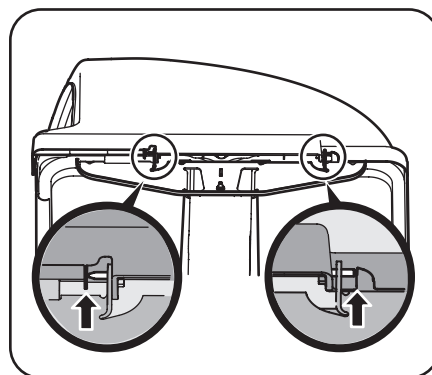

Figura 4-7
5. En este punto el pasador calza en su posición y queda asegurado por una lengüeta en la cubierta de la embolsadora. Vea la Figura 4-7.